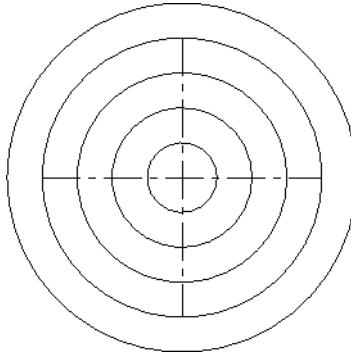

图4-73 改变补正方向
- 04 如用户单击对话框中的“方向”按钮 $\leftarrow\rightarrow$ ，则改变补正方向为双向补正，结果如图4-73所示。